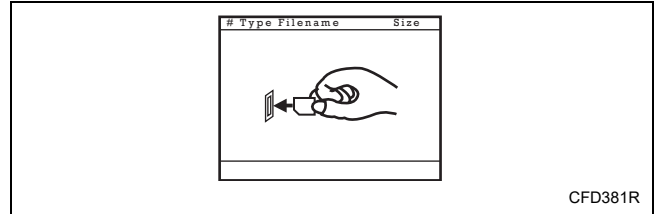

Figure 43
1. L'écran « insert card » [insérer carte] s'affichera. Se reporter à la *Figure 43*.